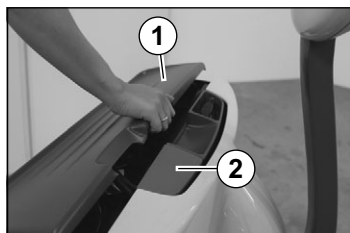

Fig. 21 Åbning af batteridæksel
10. Hold batteridækslet **1** med griberen (se fig. 21), og luk det.